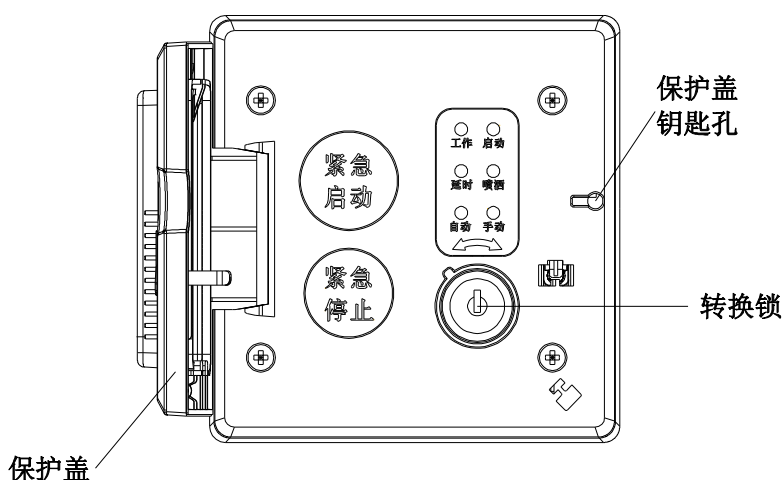

图 4 钥匙打开保护罩示意图
3. 用钥匙打开按钮保护罩（如图 4 所示），按下“紧急启动”按键，即可向气体灭火控制器发出信号，气体灭火控制器根据联动关系发出气体喷洒命令，延时指示灯点亮，经延时启动气体喷洒电磁阀，在延时期间，按下“紧急停止”按键，延时指示灯熄灭，中断延时，紧急中断气体喷洒控制逻辑。